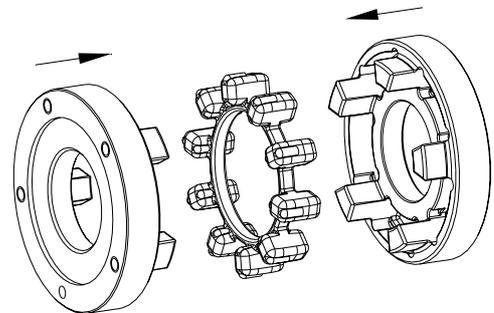

Figura 27: montaje de la brida de arrastre con el anillo elástico
- Ensamble las bridas de arrastre con el anillo elástico (véase figura 27).